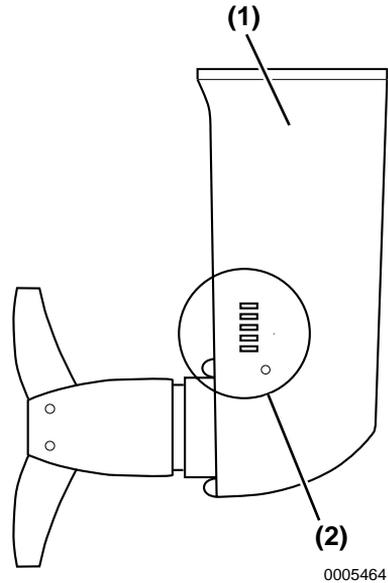

Figure 1
(Figure 1, (2)) car le moteur peut surchauffer si le débit d'entrée d'eau de refroidissement est insuffisant.